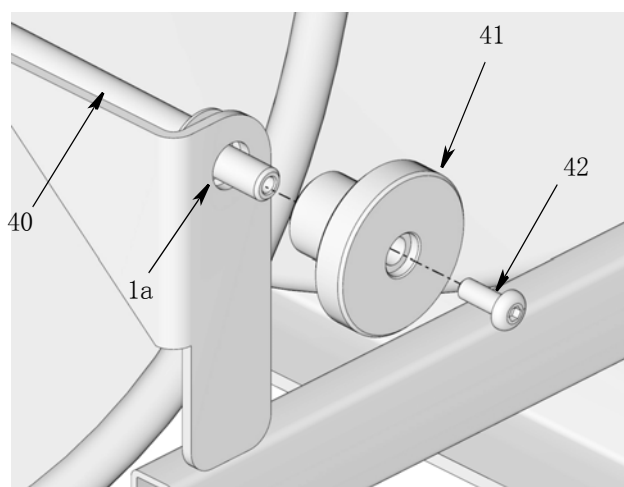
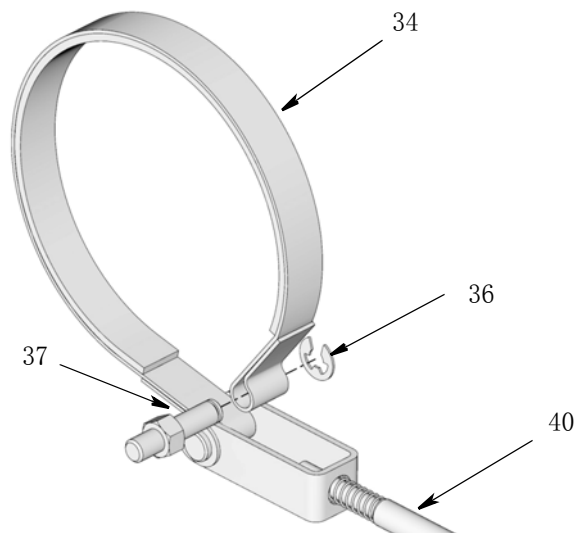

FIG. 27
FIG. 29
2. 逆时针转动旋钮 (41)，以消除制动张力。
3. 松开并卸下旋钮 (41) 上的螺钉 (42) (FIG. 27)。
4. 松开并卸下杆 (40) 末端的旋钮 (41) (FIG. 27)。
5. 卸下螺母 (24)，并拉下锚销 (37) 上的闸带夹头 (34a)。
6. 取下锚销 (37) 上的夹头 (36) (FIG. 29)。
7. 取下闸带 (34) 上的 (37) (FIG. 29)。
8. 取下制动轮毂 (12) 上的闸带 (34)。
9. 拉动框架 (1a) 外的杆 (40) 端 (FIG. 27)。
14. 将杆端 (40) 推过孔 (27b) (FIG. 27)。
15. 在杆端 (40) 上方重新安装旋钮 (41)。安装螺钉 (42)。拧紧螺钉，保持旋钮固定到位 (FIG. 27)。